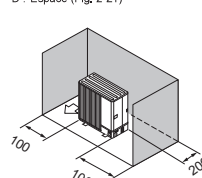

Fig. 2-11
- (3) Obstructions ou surfaces non dégagées à l'arrière et sur les côtés uniquement (Fig. 2-11)